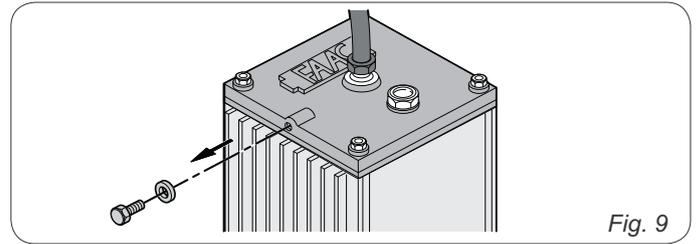

Fig. 9
3. Remover e reservar o parafuso de respiro como na fig.9.
1. Verificar se o parafuso de respiro foi eliminado (Fig.9)
4. Parafusar o parafuso de purga na unidade (Fig. 9).
11. Remover o parafuso de purga da unidade (Fig. 9) e realizar operações de purga do ar como indicado no parágrafo 8.2.